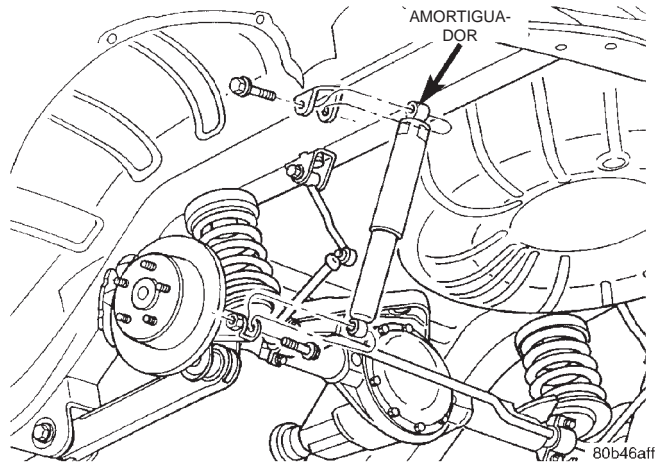

Fig. 2 Amortiguador
(2) Retire del soporte del bastidor la tuerca y el perno superiores (Fig. 2).
(3) Retire del soporte del eje la tuerca y perno inferiores. Retire el amortiguador.